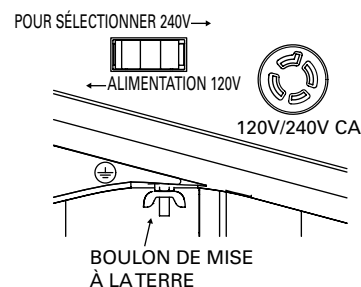

Fig.1
1. Localiser le boulon de mise à la terre sous le panneau de commande de la génératrice (Fig. 1).